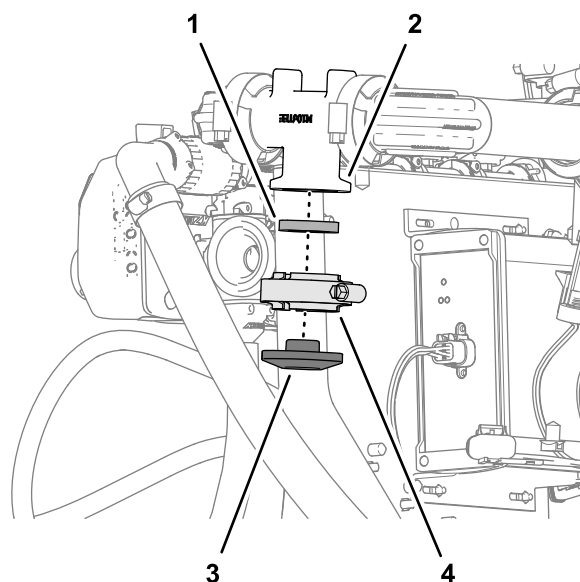

Figure 138
3. Assemblez l'obturateur ordinaire sur la bride du collecteur de débitmètre avec le collier bride et le joint que vous avez retirés à l'opération 2, et serrez le collier à la main (Figure 138).